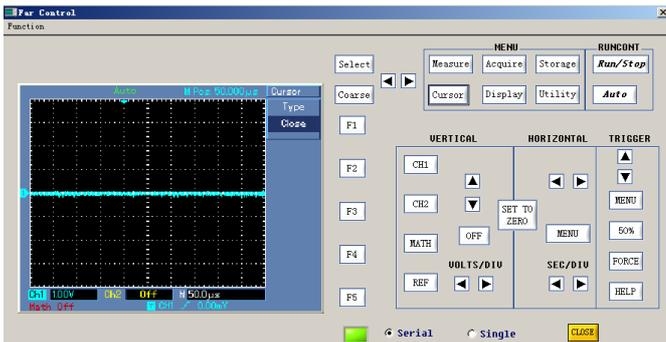

Рисунок 2-11
Щелкните мышью по кнопке «Interface» виртуальной панели управления, чтобы открыть окно передачи интерфейса. В этом окне вы можете включить дистанционную передачу рабочей панели осциллографа (рис. 2-11). На дисплее виртуальной панели отображаются осциллограмма и интерфейс осциллографа. С помощью виртуальной панели управления осциллографом вы можете контролировать состояние осциллографа и работать с НИМ.
**Close:** эта кнопка позволяет закрыть окно интерфейса передачи данных и вернуться на основную панель управления (рис. 2-11)